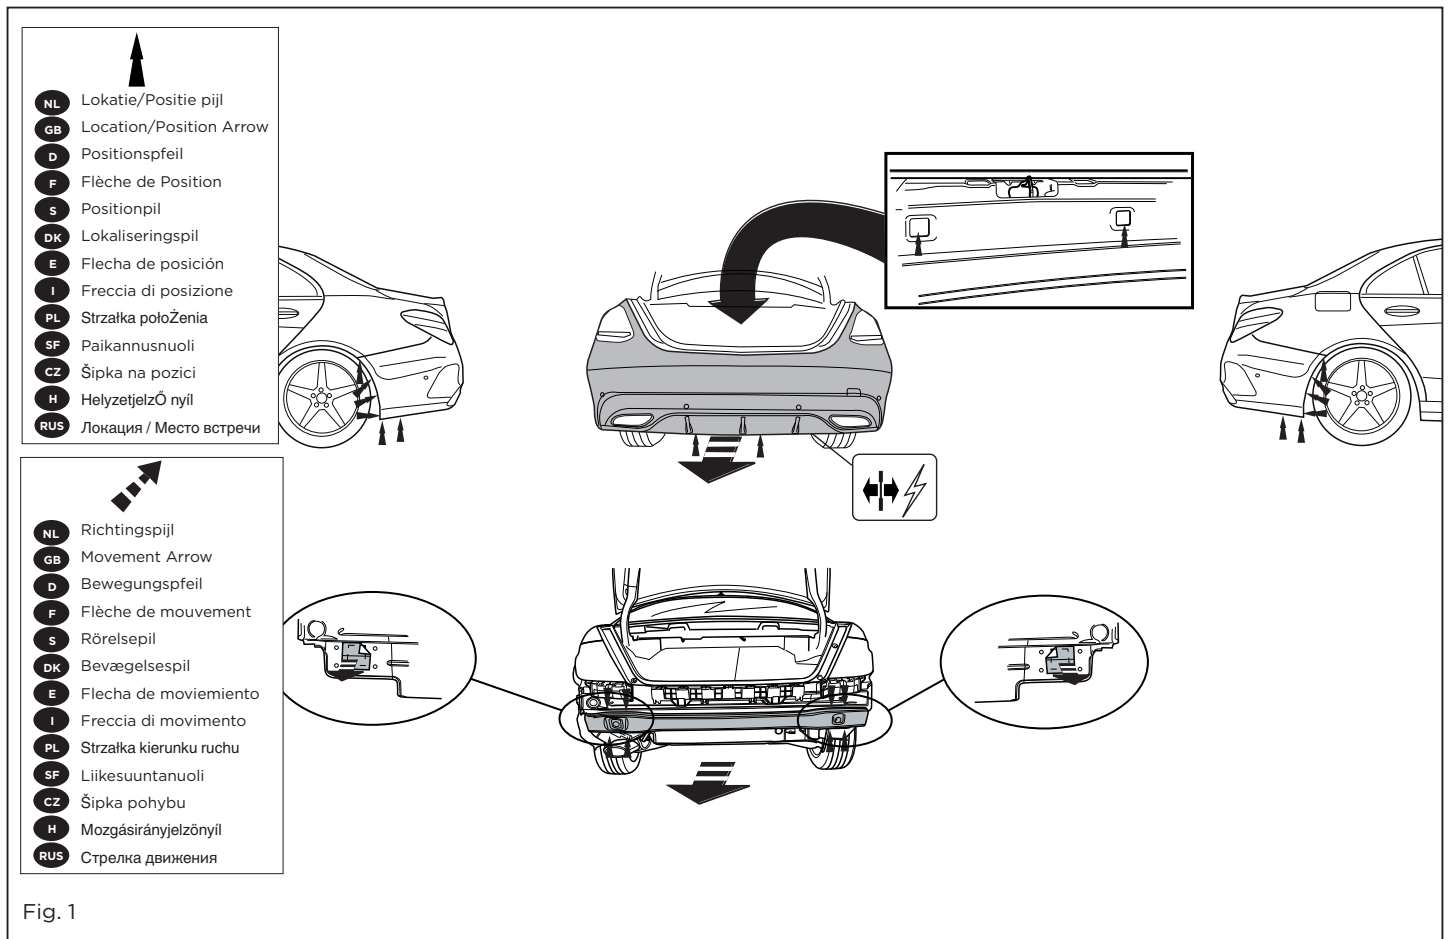

Fig. 1
1. Remove the bumper and the steel buffer beam from the vehicle. The buffer beam will no longer be needed. See figure 1.
1. Die Stoßstange einschließlich des stählernen Stoßbalkens vom Fahrzeug abmontieren. Der Stoßbalken wird nicht mehr benötigt. Siehe Abbildung 1.
1. Déposer le pare-chocs du véhicule y compris la traverse en acier la traverse ne sera plus utilisée. Voir la figure 1.
1. Demonter kofangeren, inklusive køretøjets stålstødbjelke. Denne bliver overflødig. Se fig. 1.